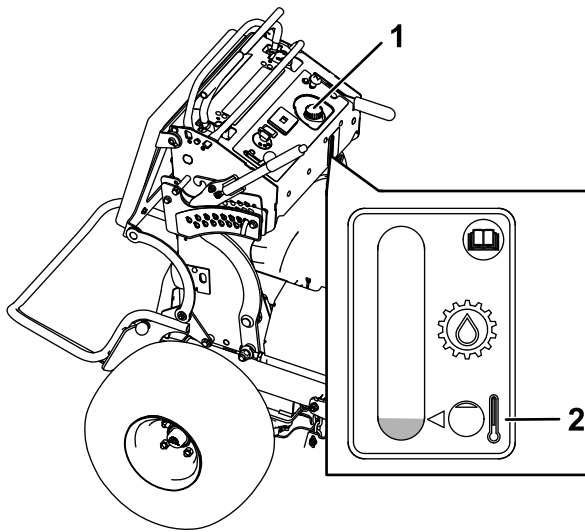

Bild 77
4. Reinigen Sie den Bereich um den Deckel und den Einfüllstutzen des Hydraulikölbehälters (**Bild 77**).
5. Drehen Sie den Deckel vom Einfüllstutzen ab (Bild 77).